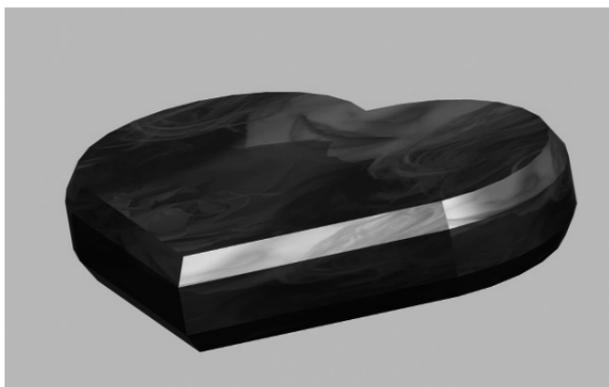

Рис. 7.18. Тонированная твердотельная модель упаковки
5. Сохраните файл. Результат построений в виде тонированной твердотельной модели упаковки представлен на рис.7.18.